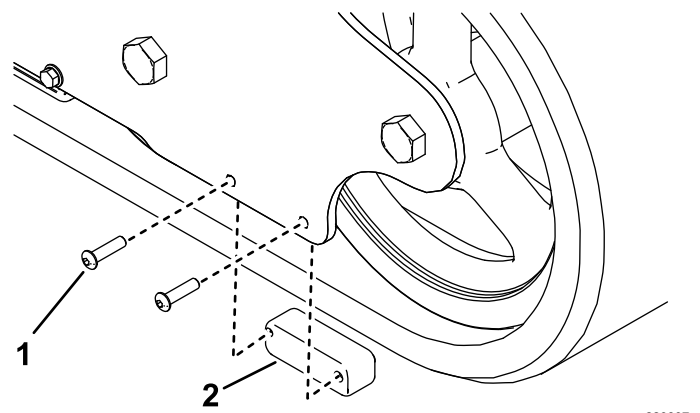

Figura 2
2. Applicare un composto frenafili sui bulloni a testa tonda e usare i bulloni per montare la guida del cingolo fornita nel kit (Figura 2).